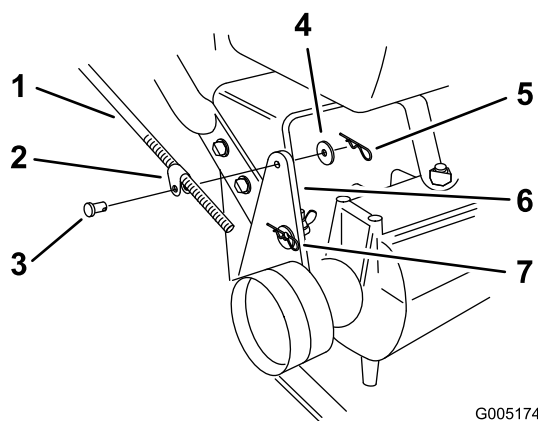

Figura 37
2. Compruebe su operación. Si es necesario un ajuste, retire el pasador de horquilla, la arandela y el pasador que sujetan el acoplamiento de la varilla de control al soporte de la polea tensora (Figura 37).